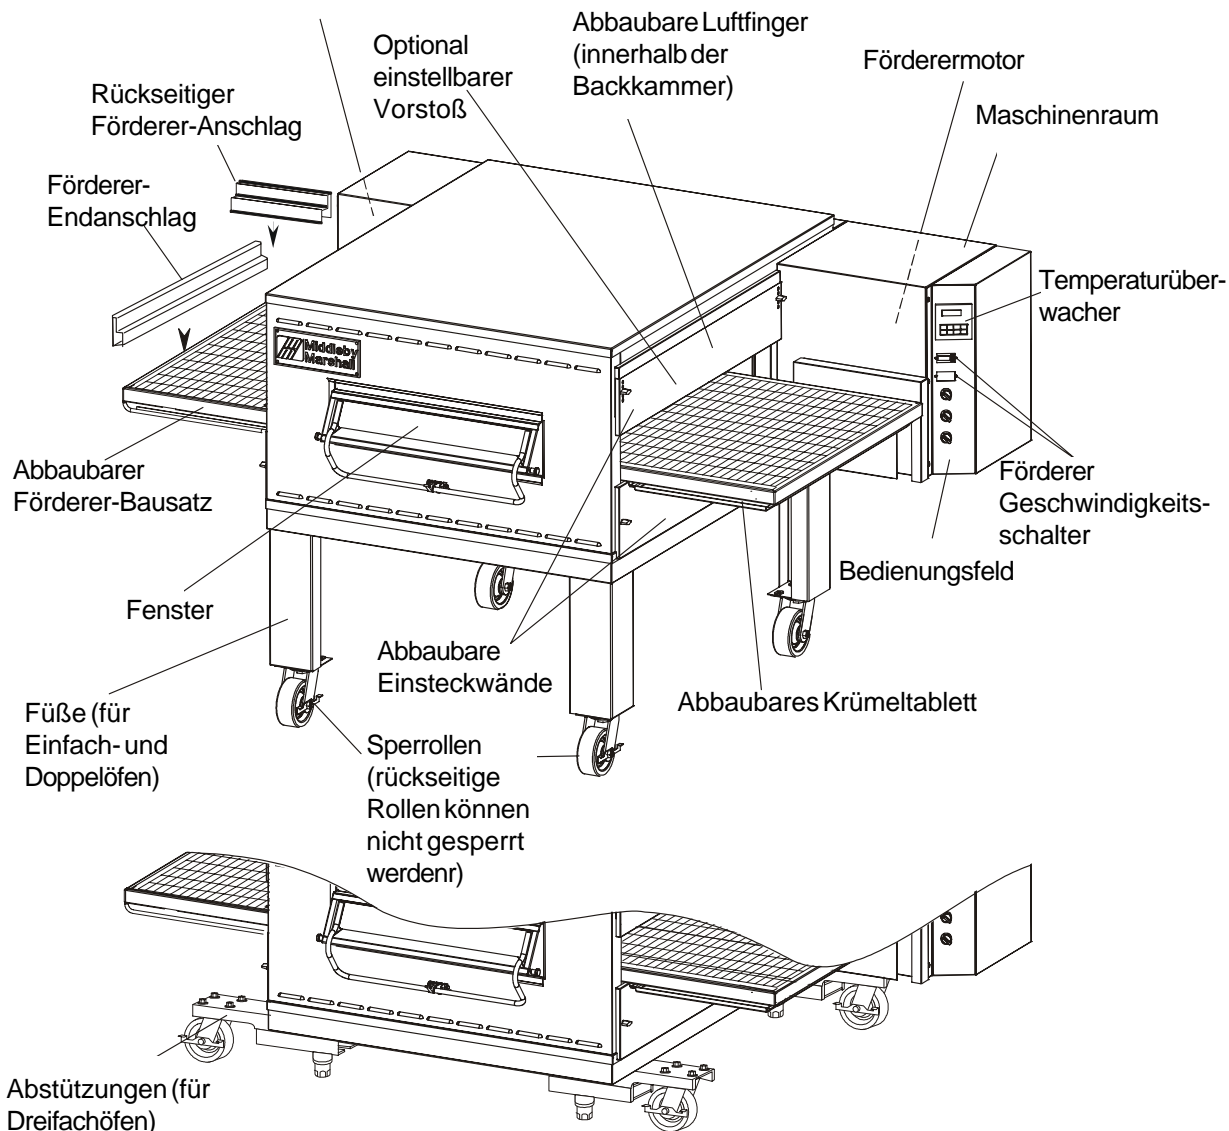

Figure 4-3.
3. Entfernen Sie den Endanschlag und den rückseitigen Anschlag des Förderers (Abbildung 4-3).